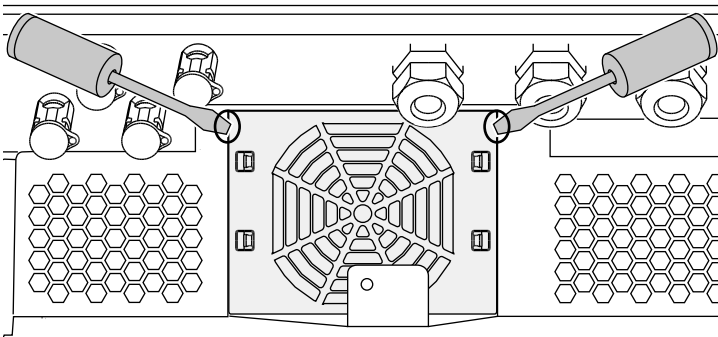

Fig. 62: Staccare la griglia della ventola
2. Smontare la ventola. A tale scopo appoggiare un cacciavite sul bordo della ventola ed esercitare una leggera pressione sulla griglia. ↗ **Fig. 62**